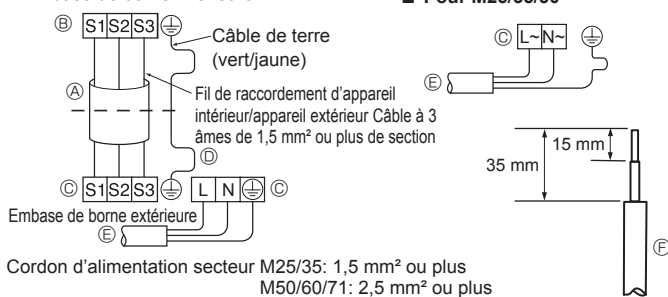
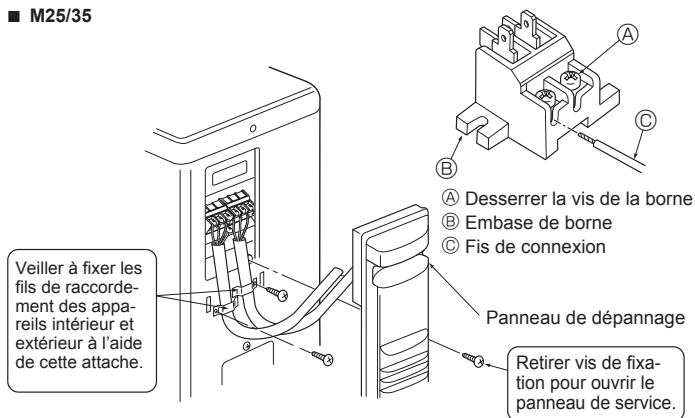
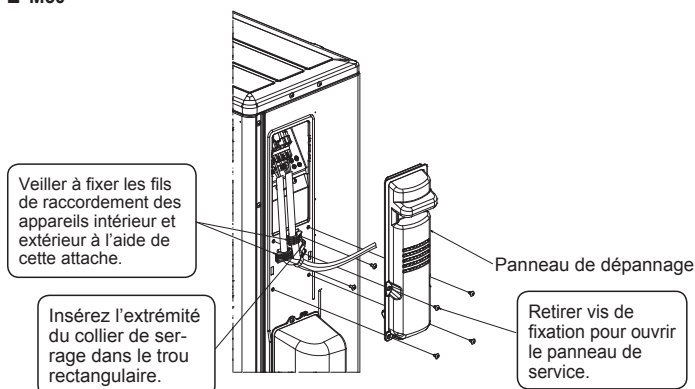

Fig. 6-2
Fig. 6-3
Fig. 6-4
6.1. Appareil extérieur (Fig. 6-1, Fig. 6-2, Fig. 6-3, Fig. 6-4)
- ① Déposez le panneau de service.
- ② Raccordez les câbles conformément aux Fig. 6-1, Fig. 6-2, Fig. 6-3 et Fig. 6-4.
- Effectuez le câblage selon le diagramme en bas et à gauche. (Veuillez vous procurer le câble localement) (Fig. 6-2)
- (A) Câble de connexion
- (B) Embase de borne intérieure
- (C) Embase de borne extérieure
- (D) Posez toujours un câble de mise à la terre plus long que les autres câbles.
- (E) Cordon d'alimentation
- (F) Fis de connexion